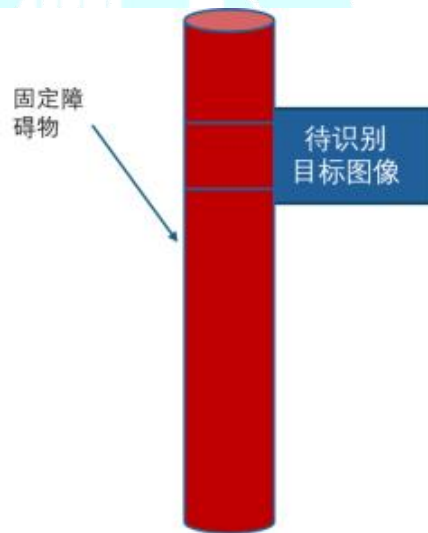

图 3.2 障碍物悬挂待识别目标图像
(4) A、B 圆柱体随机障碍物直径为 20cm，随机障碍物高度不得低于 1.2m 最高不超过 2m。比赛过程中裁判会在 A、B 两个区域中间任意选择 1 个区域随机摆放圆柱体障碍物，机器人在比赛场地中间躲避障碍物需要进行自主导航避障，禁止提前编写飞行路线，一经发现按作弊处理，取消比赛资格。
(5) 1 号和 2 号固定障碍物上会随机选择 1 个障碍物来悬挂待识别目标图像如图 3.2，待识别目标图像离地面距离不低于 1.2m，无人机识别到图像后要做出明显的下降动作来避开待识别目标，并保持下降后的高度继续飞行任务。